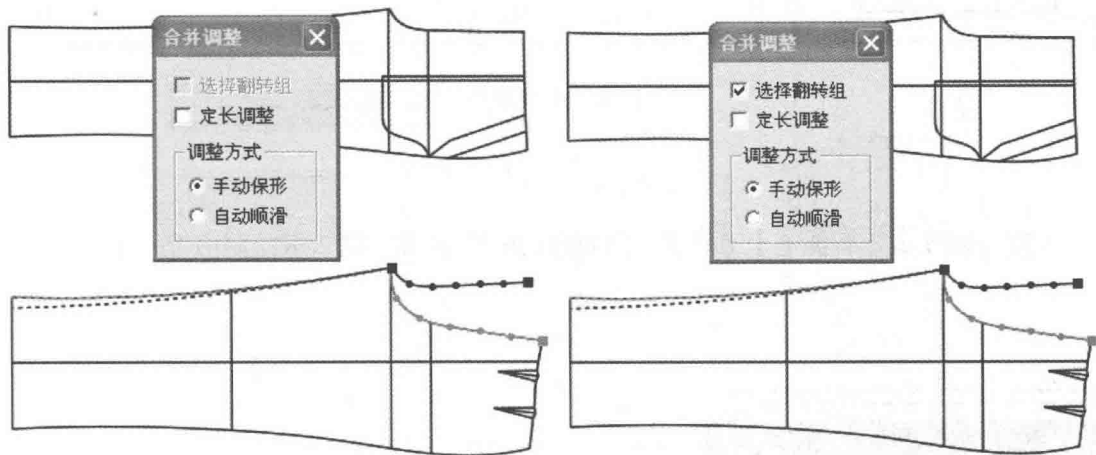

图 7-44 合并调整 1
(37) 前后浪弧线调整。
①选择 【合并调整】工具，前后浪为同边时，则勾选此选项再选线，线会自动翻转（图 7-44）。